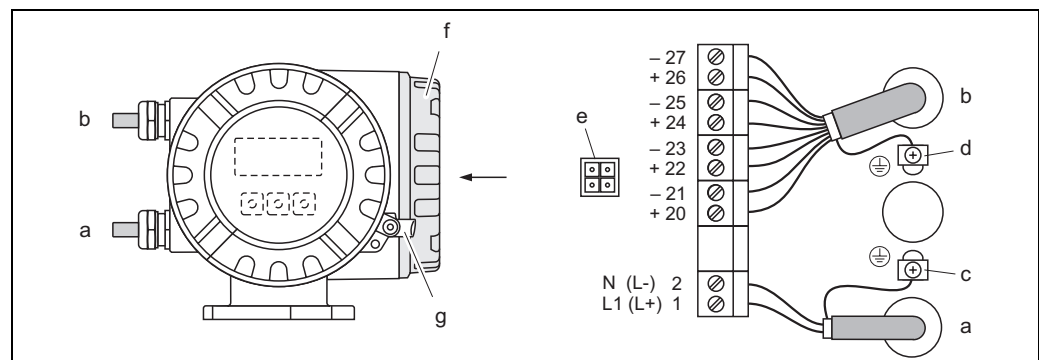

Fig. 21: Collegamento del trasmettitore (custodia da campo in alluminio). Sezione del cavo: 2,5 mm² max.
- Schema elettrico (custodia in alluminio) → Fig. 21